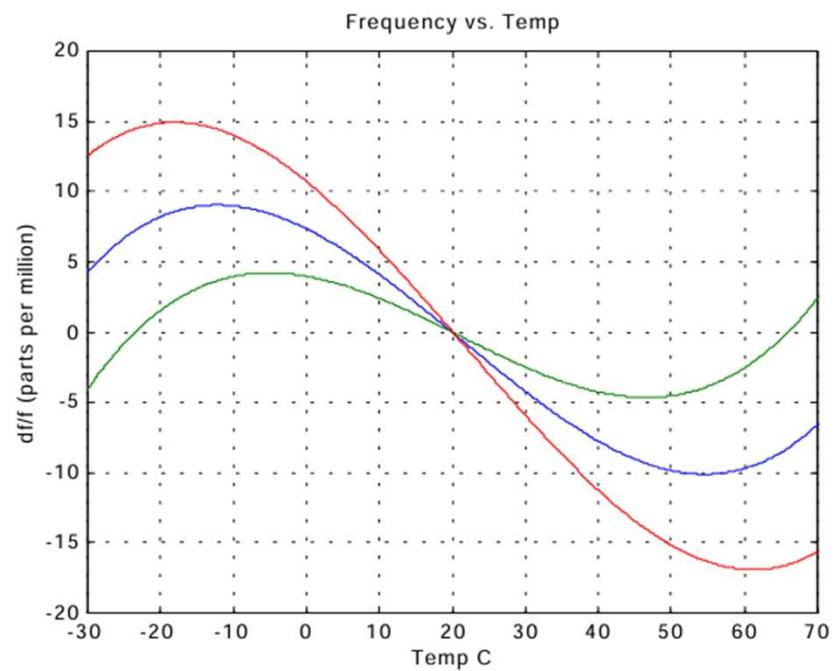

Figura 4
- In riferimento alla figura 4, per temperature comprese fra  $0^{\circ}\text{C}$  e  $40^{\circ}\text{C}$  e approssimando la curva come lineare, la compensazione può avvenire semplicemente utilizzando, per  $C_1$  e  $C_2$ , **condensatori NTC**, i quali variano la capacità linearmente con la temperatura